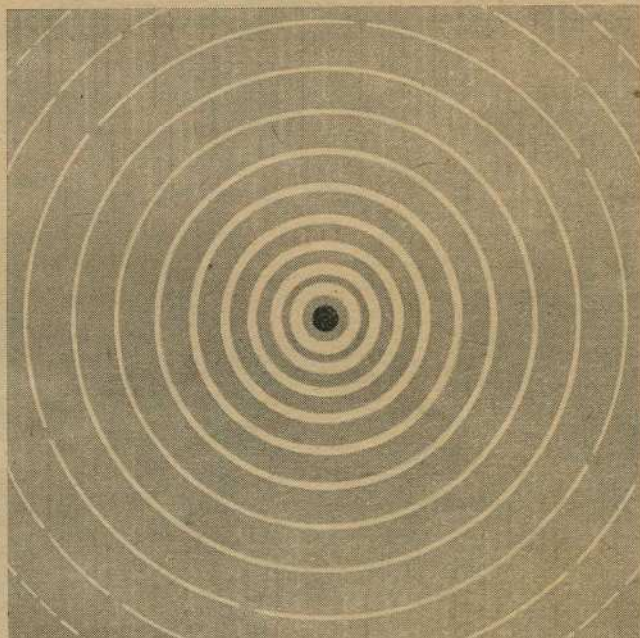

FIGURE 6
a) Un radio-phare fixe, c'est-à-dire un poste à émission dirigée peut être comparé à un poste de radio-diffusion ordinaire, qui, normalement, rayonne son énergie avec à peu près la même intensité dans toutes les directions. La figure 6 montre que la région où l'on peut entendre une émission radio-phonique avec un récepteur ordinaire, est de forme circulaire. Les signaux sont forts près de l'émetteur et vont en s'affaiblissant graduellement pour s'évanouir complètement au fur et à mesure que l'on s'éloigne de l'émetteur. La grandeur du rayon de cette zone circulaire dépend du réglage de volume du récepteur et de la puissance de l'émetteur.